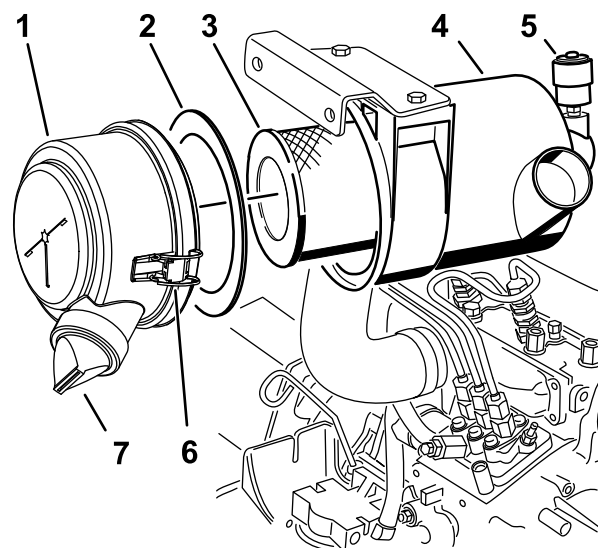

Рисунок 32
3. Произведите техническое обслуживание фильтра воздухоочистителя (**Рисунок 32**).